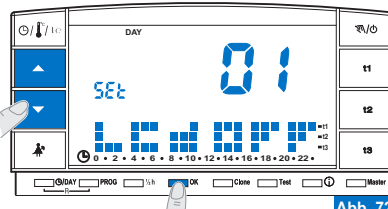

Abb. 72
- Drücken Sie auf dem Bildschirm mit der Anzeige des Displaykontrasts die Tasten ▲▼ um die Stufe "01" LCd OFF auszuwählen (Beispiel Abb. 72).